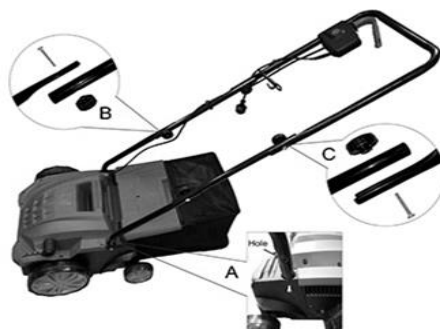

Fig.2
Introduceți suportul mâner 1 (7) în fantele de pe caroseria utilajului și atașați-o cu șuruburile prevăzute. Asigurați orificiul tubului spre exterior și aliniați-l cu șurubul (Fig. 2.A).
Atașați suportul mâner 2 (11) la suport mâner 1 (7) utilizând elementele de fixare cu eliberare rapidă (4) și șuruburile. (Fig. 2.B)
Poziționați și atașați mânerul (12) la suport mâner 2 (11) (Fig. 2.C). Atașați cablul utilizând clemele fixare (6) furnizate.